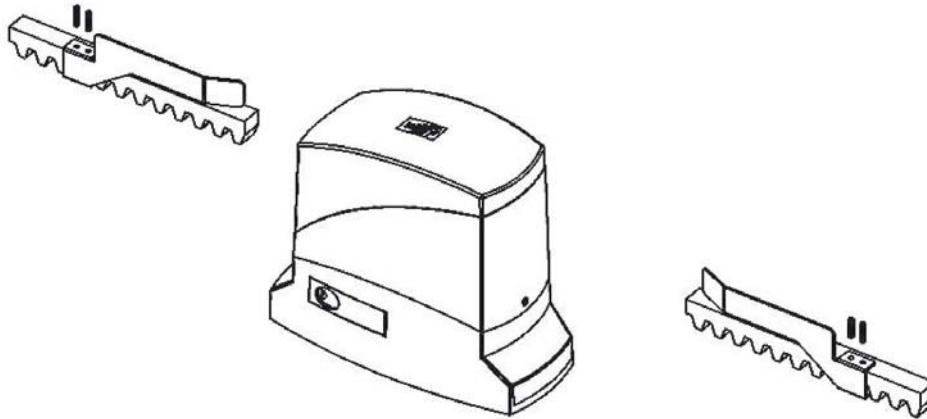

Fig.8
- Fixer les brides de fins de course sur la crémaillère avec les goujons prévus, en considérant que dans la phase d'arrêt le portail continue sa course sur 2-3cm en plus après l'intervention des fins de course (figure 8).